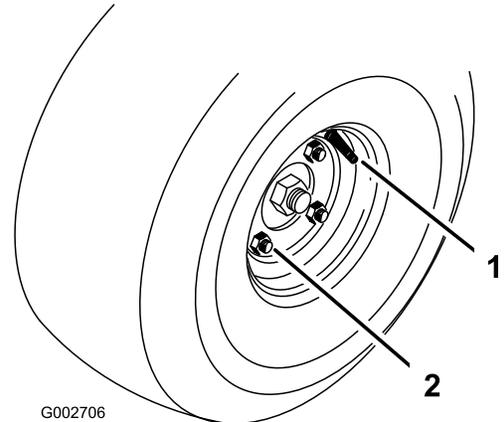

图19
**维护间隔时间：**在每次使用之前或每日操作机器之前，请检查胎压（图19）。
上紧车轮螺母扭矩（图19）至 61~75Nm。